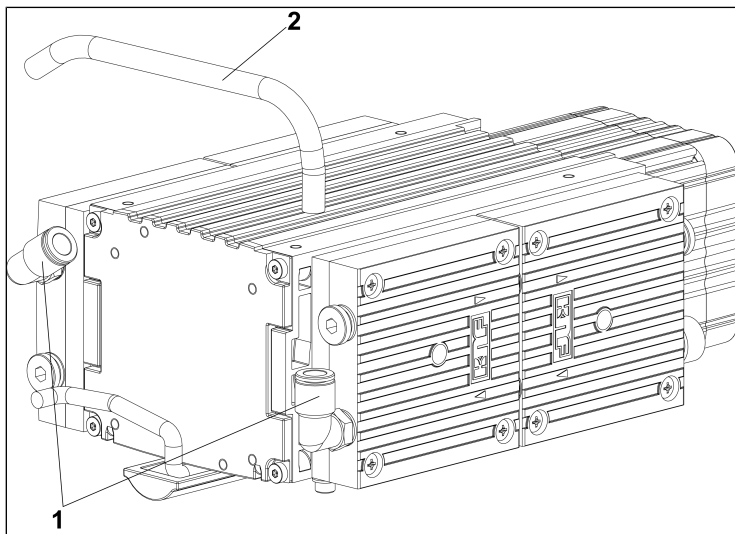

Abb.7: Demontage der Verschaltung
1. Lösen Sie den Verschaltungsschlauch (2/Abb. 7) durch Niederdrücken und gedrückt halten des Lösungsrings (1/Abb. 7).
2. Ziehen Sie den Verschaltungsschlauch (2/Abb. 7) vorsichtig aus der Verschraubung heraus.
- Stecken Sie den Verschaltungsschlauch (2/Abb. 7) bis zum Anschlag in die Verschraubung.